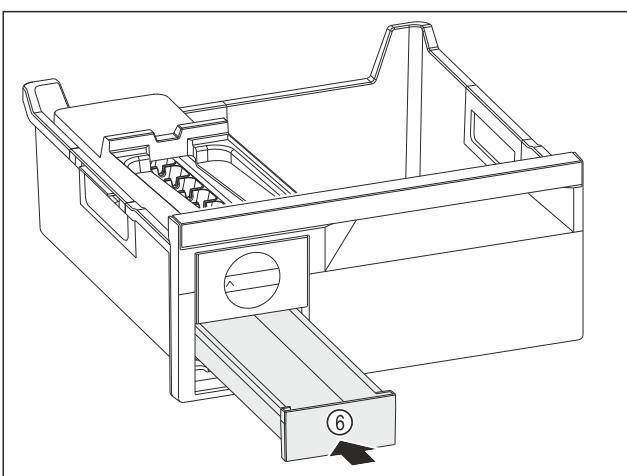

Fig. 87
- Вдвиньте выдвижной ящик для кубиков льда Fig. 87 (6).